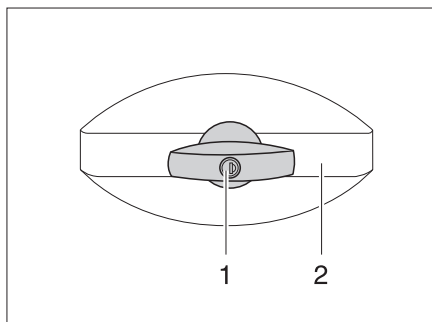

Fig. 30 Serratura dello sportello, ellittico, chiuso
- Inserire la chiave nel cilindro della serratura (Fig. 30,1) e ruotare in senso antiorario di un quarto di giro. La maniglia della serratura (Fig. 30,2) scatta all'infuori.